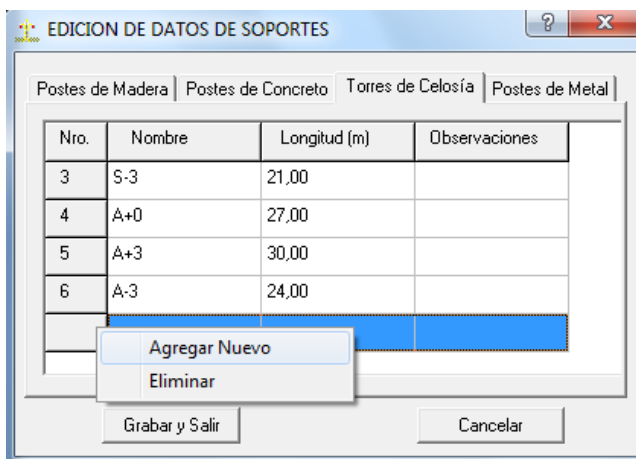

Fig. 44
4. Eliminar un soporte de la base de datos. Para esto seleccionar el poste o torre a eliminar y hacer clic derecho con el mouse y seleccionar “Eliminar” (ver Fig. 44)